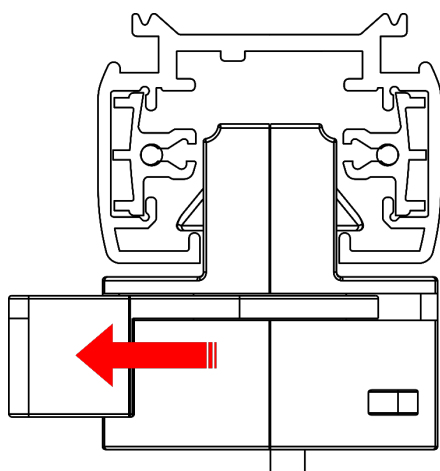

Fig. 12
- 04) Tournez le **verrou de rail (06)** dans le sens inverse des aiguilles d'une montre pour déverrouiller l'appareil (voir fig. 12).